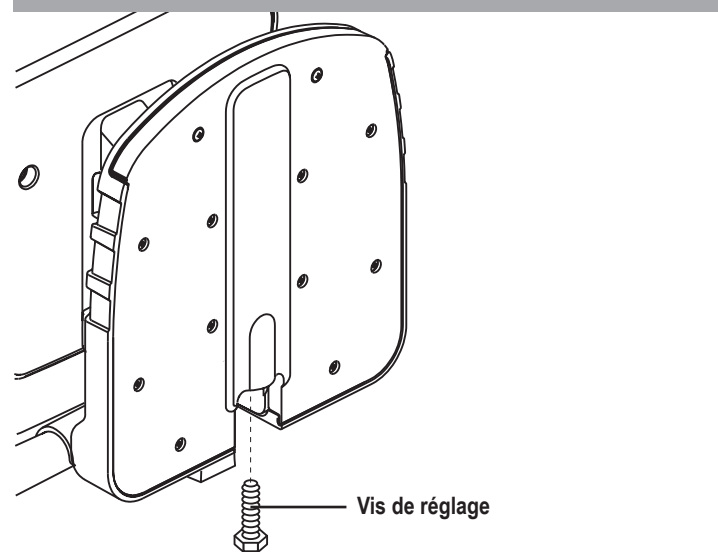

Figure 18. Dessous du plateau du repose-pieds
1. Relevez le repose-pieds pour trouver l'emplacement de la vis de réglage. **Voir la figure 18.**